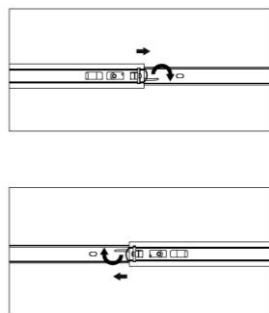

fig. 5
3. Poussez vers le haut le levier de dégagement de la glissière de tiroir droite (n°10) tout en tirant vers le bas l'autre levier de dégagement (fig. 5).